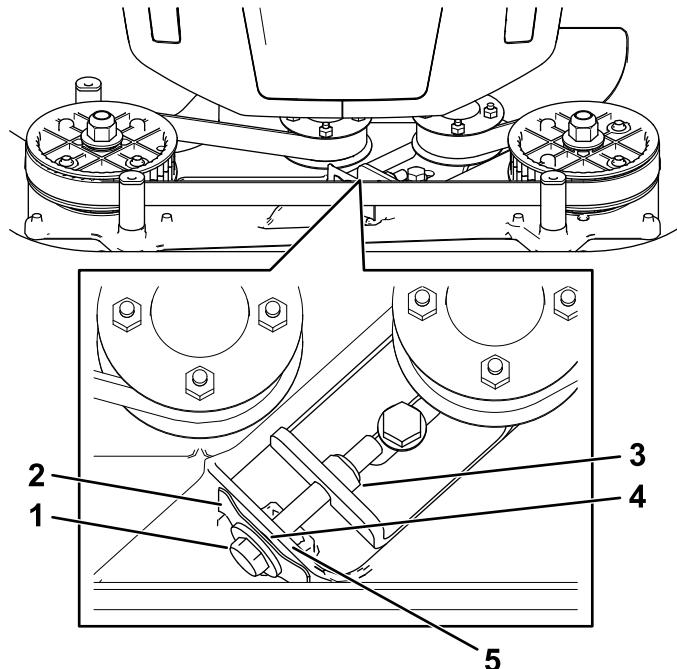

**Figura 24**
1. Retire la cubierta del sistema de transmisión de las cuchillas (Figura 24).